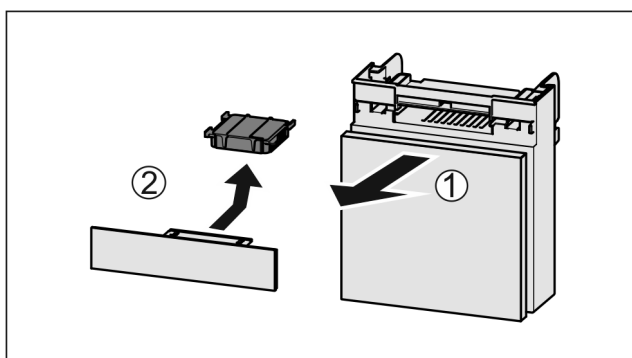

Fig. 88
- ▶ Predal izvlecite Fig. 88 (1) naprej.
- ▶ Odstranite Fig. 88 (2) aktivni ogljeni filter.